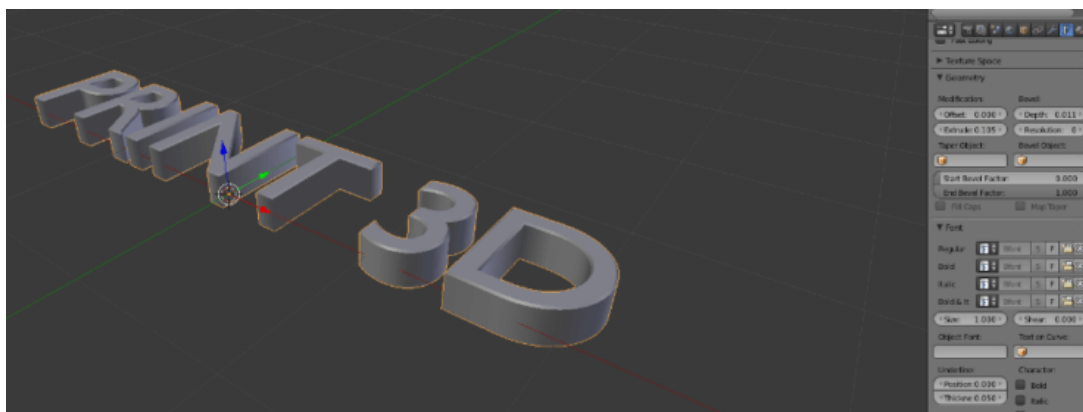

Рис. 14. Добавление объема тексту
3.2. По дефолту такой текстовый объект представляет собой простую поверхность с нулевой толщиной. Естественно, для печати следует добавить толщину этому объекту. Для этого на панели свойств (Properties) на вкладке Text в разделе Geometry введите в поле Extrude ненулевое значение (например, 0.1). Увеличивая или уменьшая этот параметр, добейтесь необходимого результата (рис. 14).